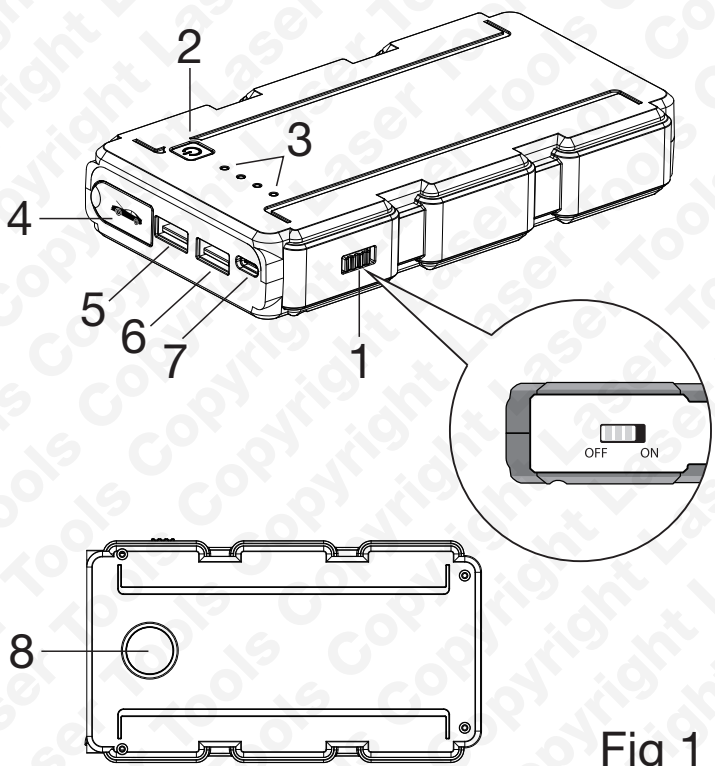

Fig 1
Raadpleeg **Afbeelding 1** en **2** hierboven. Sluit met behulp van de meegeleverde multifunctionele kabel een Type C connector aan op de ingangs-/uitgangspoort (7) van de starthulp; sluit de USB-connector vervolgens aan op een geschikte USB-poort van een PC of een USB-netadapter (niet meegeleverd). Tijdens het laden lichten op het LED-display voor voeding/opladen (3) om de beurt de vier LED's op. Het LED-display geeft vier brandende indicatorlampjes aan wanneer de starthulp volledig is opgeladen.
- Zie **Afbeelding 1**: zet de AAN/UIT-knop (1) op ON (AAN).
- Houd de voedingsknop voor het LED-knipperlampje (2) 3 seconden ingedrukt: De LED-zaklamp blijft branden.
Zie **Afbeelding 1** en **3**: de starthulp is uitgerust met twee USB-poorten voor het opladen en van stroom voorzien van mobiele telefoons, tablets enz. Uitgang 1 (6) is een USB-poort met USB 3.0 (3,6 V – 12 V; 1,5 A – 3 A). Uitgang 2 (5) is een standaard USB-poort (5 V; 2,1 A). Deze worden gebruikt in combinatie met de multifunctionele kabel met daarbij de volgende apparaatconnectoren: USB, 2 x Type C en een micro-USB.